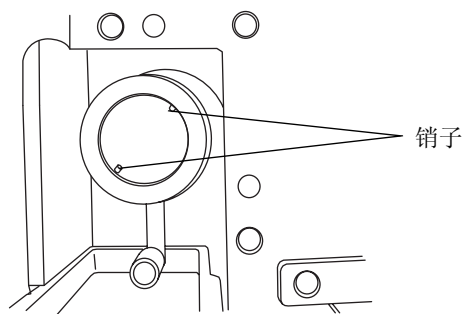
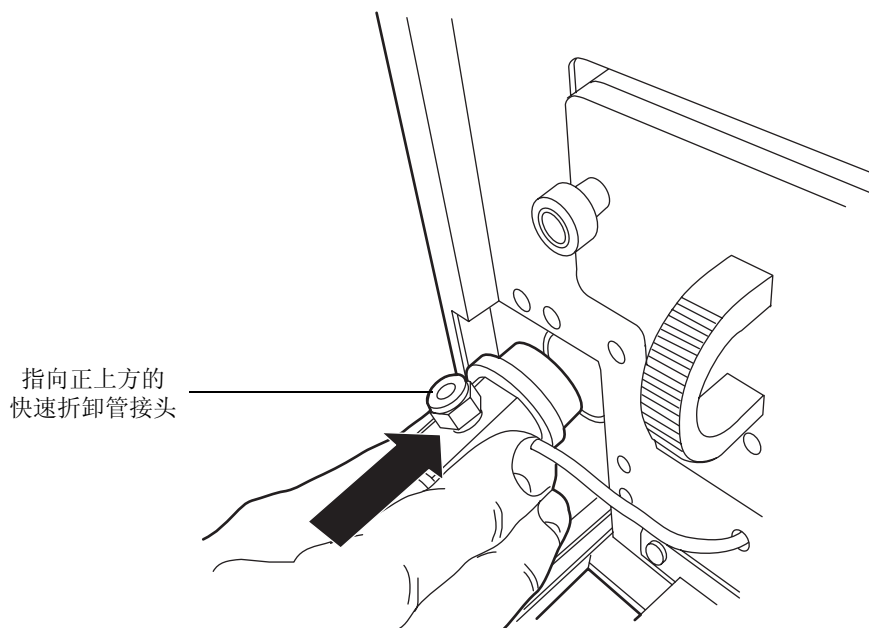

图 2-9 雾化室中的销子
图 2-10 安装喷雾器
5. 将雾化室中的两个销子与喷雾器中的凹槽对齐（图 2-9）。快速拆卸管接头将指向正上方（图 2-10）。